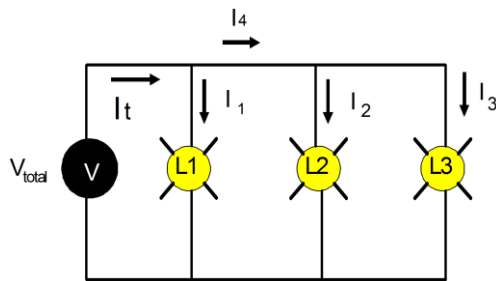

Figura 2.
4. La figura 2, es ¿un circuito serie o paralelo? , y cuáles son las ecuaciones que lo definen.